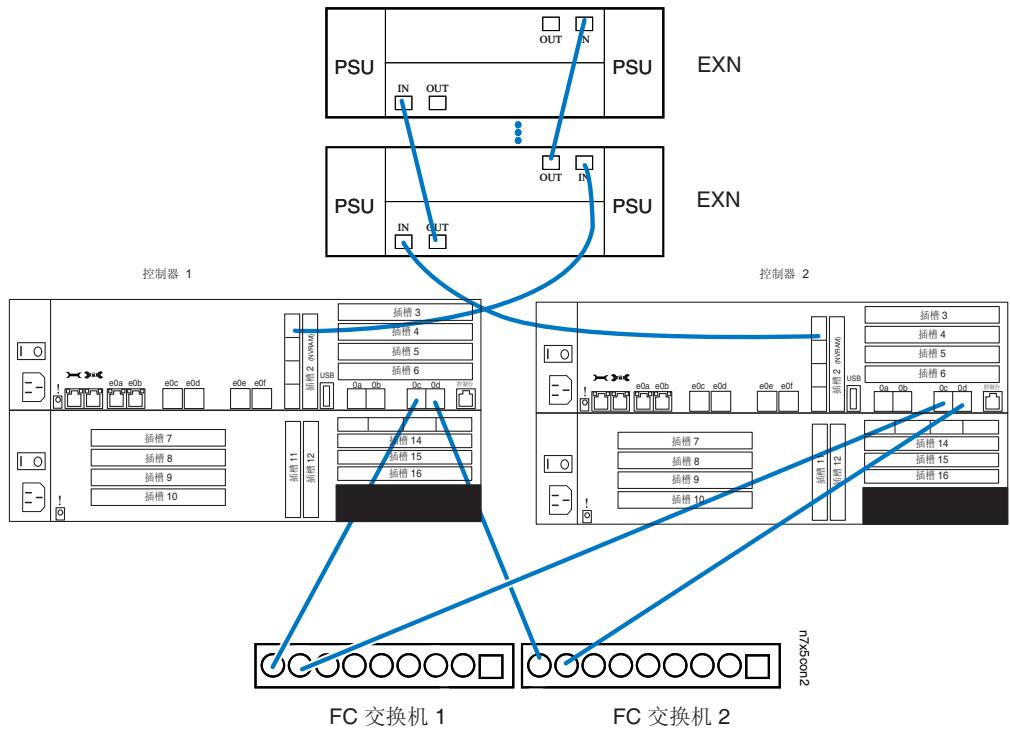

图 8. 将 N7x50T 系列系统扩展适配器用光缆连接到存储扩展单元
3. 如第 16 页的图 8 所示, 将控制器模块 1 上的 FC 扩展适配器端口用光缆连接到第一个存储扩展单元通道 A ESH4 或 AT-FCXIN 端口。
4. 如第 16 页的图 8 所示, 将控制器模块 2 上的 FC 扩展适配器端口用光缆连接到第一个存储扩展单元通道 B ESH4 或 AT-FCX IN 端口。
5. 如第 16 页的图 8 所示, 将第一个存储扩展单元通道 A ESH4 或 AT-FCX OUT 端口用光缆连接到下一个存储扩展单元通道 A ESH4 或 AT-FCX IN 端口。用纯色标签标记该电缆。
6. 如第 16 页的图 8 所示, 将第一个存储扩展单元通道 B ESH4 或 AT-FCX OUT 端口用光缆连接到存储扩展单元通道 B ESH4 或 AT-FCX IN 端口。用纯色标签标记该电缆。